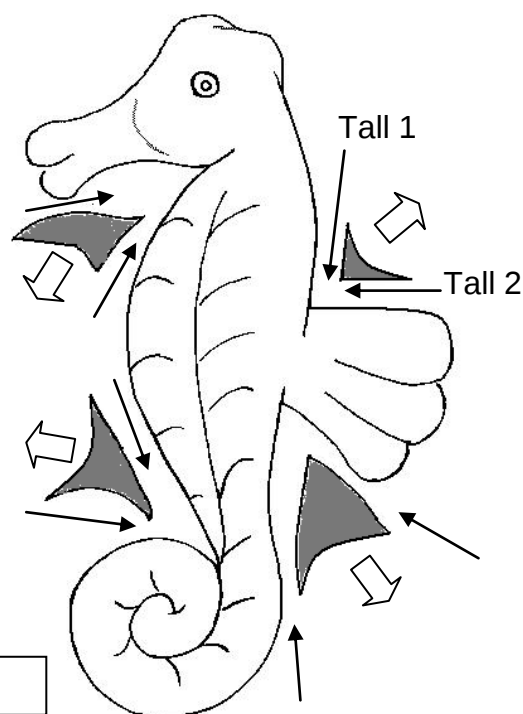

Fig. 11
6.2– Perfilar. Ara, per acabar acabar el caballet de mar, has de treure cada una de les zones sombrejades. És força senzill de fer fent dos talls, un per cada banda fins a trobar l'altre (fig. 11). Ves fent això per a cada zona sombrejada i aviat obtindràs, sense dificultat, el perfil del caballet de mar.